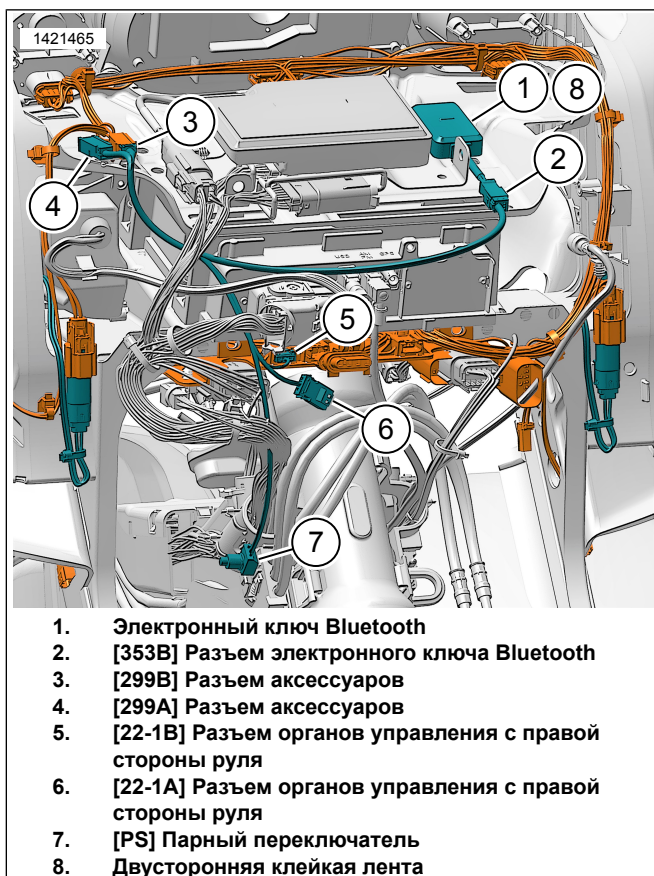

Рисунок 6. Жгут проводов электронного ключа Bluetooth для обтекателя, закрепленного на вилке (модели 2014 и более поздних годов выпуска)
1. См. рис. 6. Установите и проложите жгут проводов электронного ключа Bluetooth под обтекателем.